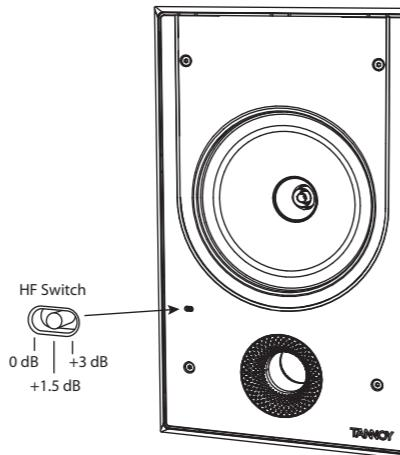

图 4. 高频开关
- HF 开关有三个位置，0 dB 为 flat。根据需要进行调整以适应房间位置和声学条件 (图 4)。